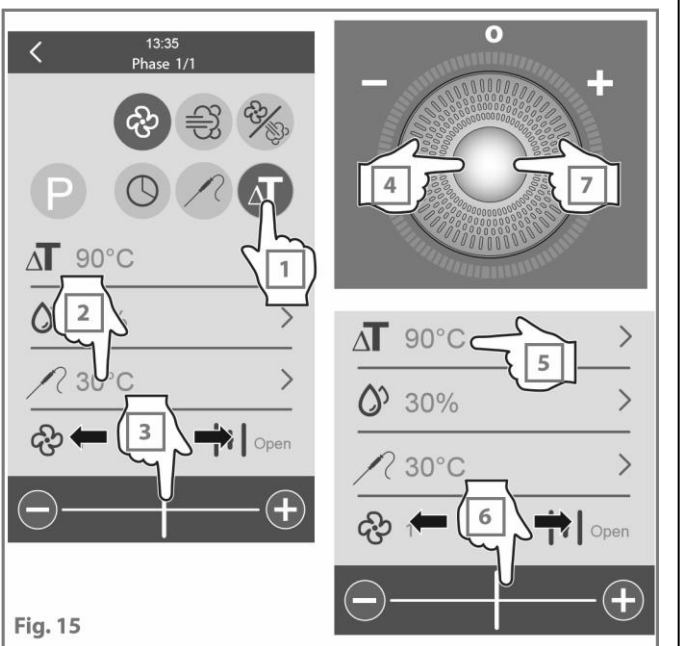

Fig. 15
**Réglage avec fonction Delta T** (Fig.15)